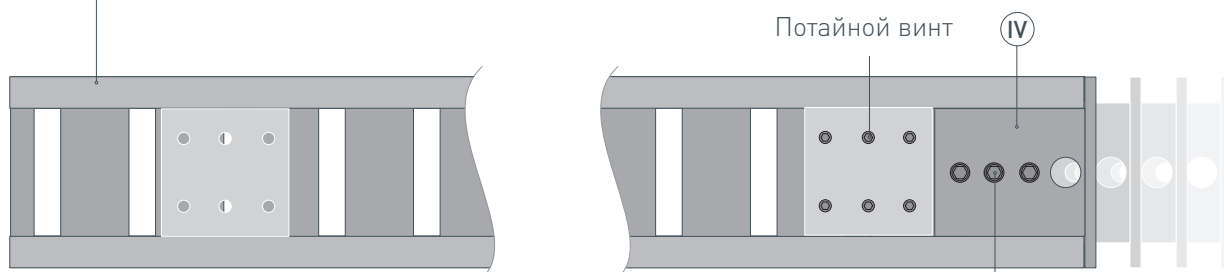

Рис. 2. Установка заглушки (Ⓔ) на профиль (Ⓘ). Вид сверху
- 1** / Перед началом монтажа временно вытащите эластичную ленту-вставку (Ⓥ) из профиля (Ⓘ). Установите на профиль (Ⓘ) фиксирующие крепления (Ⓦ) на одинаковом расстоянии друг от друга, как показано на рис. 1. Установите на один из концов профиля (Ⓘ) заглушку (Ⓔ) и при помощи шестигранного ключа зафиксируйте ее винтами из комплекта заглушек (Ⓔ), как показано на рис. 2. Затяните потайными винтами фиксирующее крепление (Ⓦ), расположенное на краю профиля (Ⓘ) с установленной заглушкой (Ⓔ).